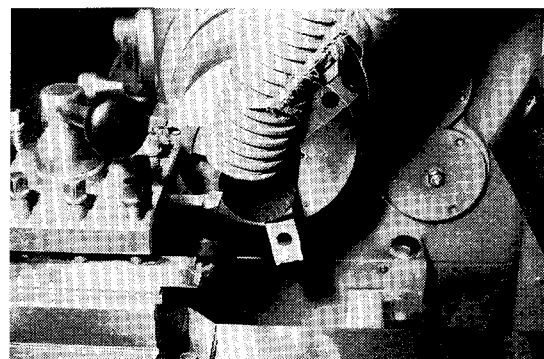

図 2 - 8
- 切屑を完全に集塵できるように、集塵ノズルの位置に注意する (図 2 - 8)。